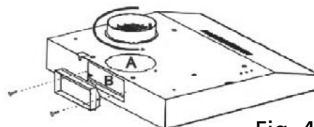

Fig. 4
Seleccione una ubicación para el orificio de salida de los humos de escape. El agujero puede estar sobre el muro o el techo de la cocina, según sus necesidades, pero debe estar en línea vertical con la campana. Tenga en cuenta que la campana puede expulsar los humos a través de la abertura trasera (B) (Fig. 4) o a través de la abertura superior (A).
Trace una línea sobre el muro, vertical al centro del aparato para cocinar. Marque los 4 agujeros que deben perforarse sobre el muro, respetando las distancias indicadas en la Fig. 4.